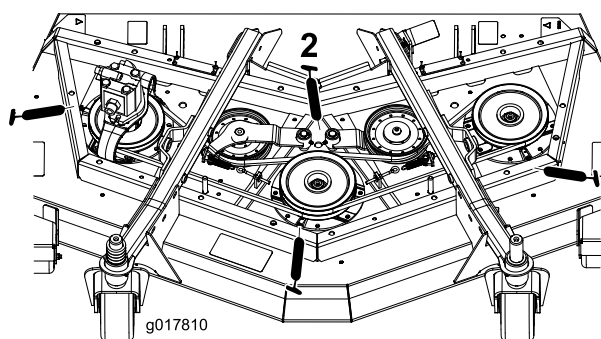

Figure 63
- 3 paliers d'axes de pivot (sous la poulie) (Figure 63)
- 2 bagues de pivot de bras de tension (Figure 63)